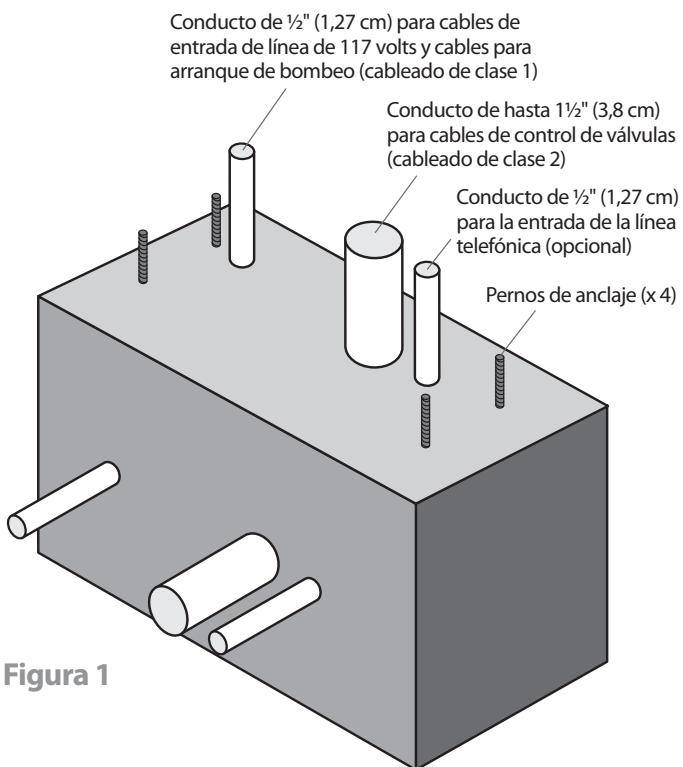

Figura 1
1. Antes de verter el hormigón para la base, coloque un codo curvado de un máximo de 1,5"(3,81 cm) de ancho y codos curvados adicionales de un máximo de ½"(1,27 cm) de ancho para las conexiones de suministros de energía y/o módem según sea necesario (ver Figura 1).